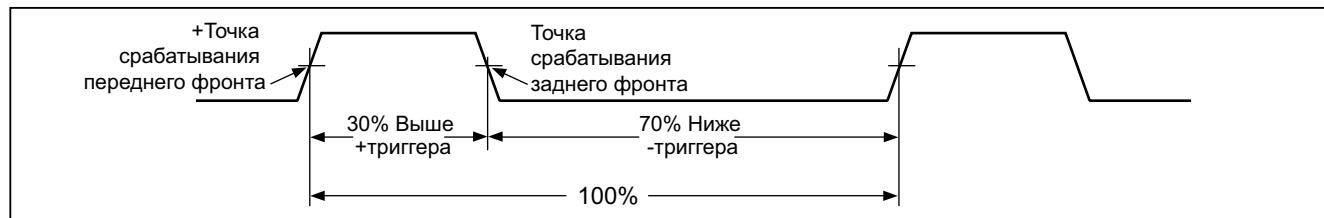

Рисунок 9. Составляющие измерений коэффициента заполнения
Нажатие  переключает смещение триггера между передним и задним фронтом (+ и -), что указывается символом на левой стороне дисплея (см. рисунок 9 в разделе "Измерение коэффициента заполнения (импульсной последовательности)"). Нажатие  ОСТАНЯВЛЯЕТ И ЗАПУСКАЕТ СЧЕТЧИК.
Коэффициент заполнения (коэффициент заполнения периода импульса) - это процент времени, в течение которого сигнал находится выше или ниже уровня срабатывания в течение одного периода (Рисунок 9). Режим измерения коэффициента заполнения оптимизирован для измерения времени включения или выключения логических и переключающих сигналов. Системы наподобие устройств электронного впрыска топлива и импульсных блоков питания управляются импульсами переменной ширины, проверить которую можно путем измерения коэффициента заполнения.
2. Второй раз нажмите  для измерения коэффициента заполнения сигнала. Нажмите  для выбора измерения положительного или отрицательного импульса сигнала, согласно рис. 9.